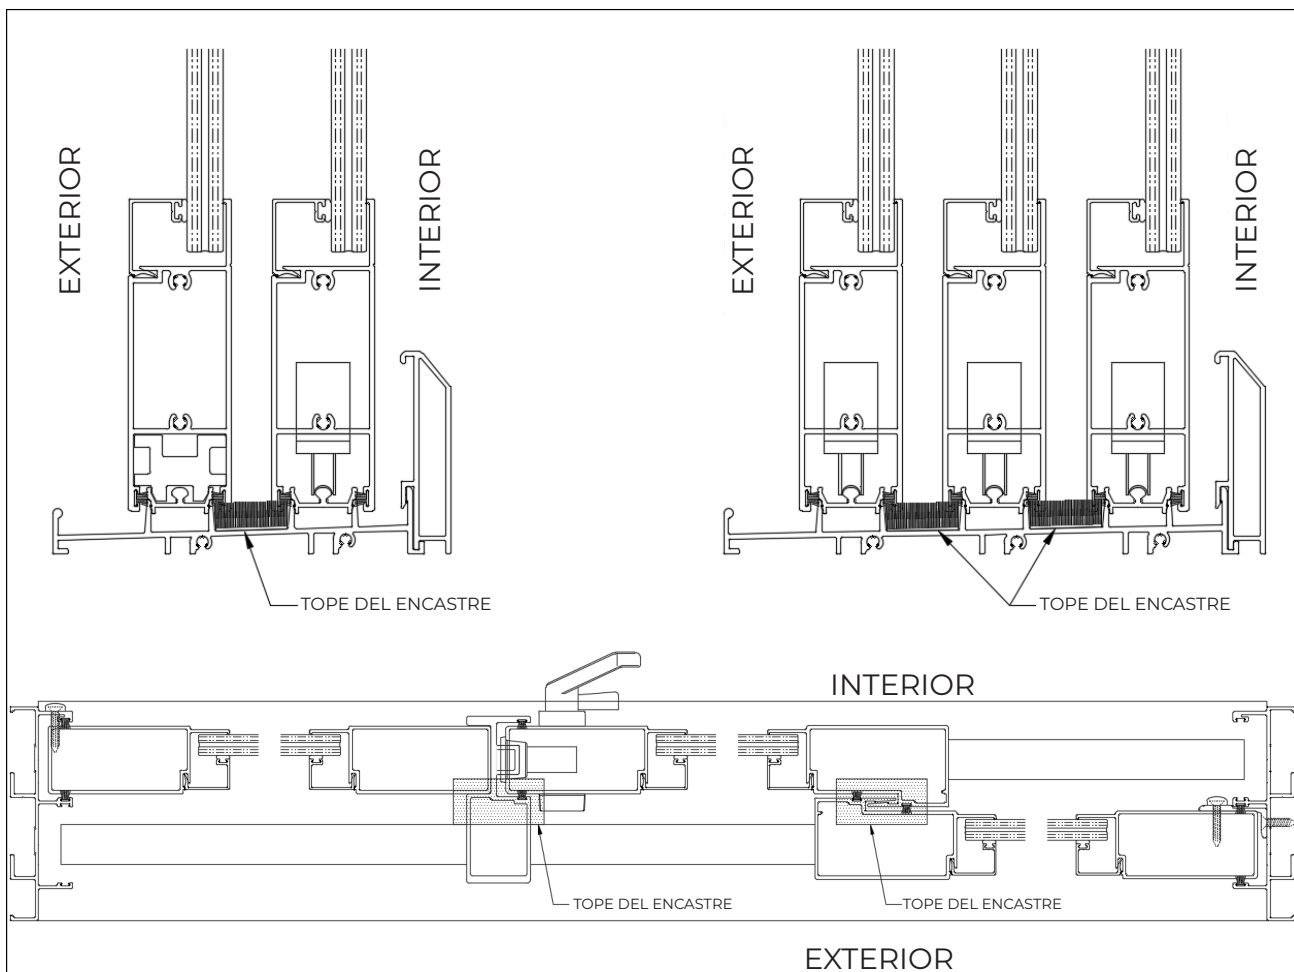

FIGURA 11
- 5. Tapón antipolvo:** Instale el tope autoadhesivo de 2" de largo en el umbral y el cabezal, en las ubicaciones de los encastres y los astrágalos (figura 11). Este tope debe ubicarse en el mismo lugar que el tope antielevación. El umbral debe limpiarse antes de colocar el tope.